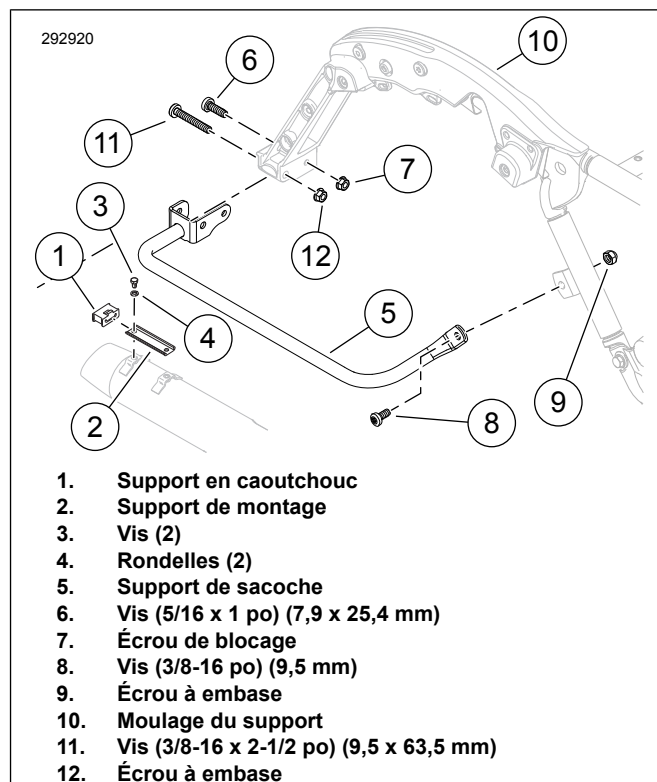

Figure 3. Support de montage du support
1. Voir la Figure 3. Retirer les deux supports de sacoche (5).
- a. Retirer et conserver les vis (3), les rondelles (4), le support de montage (2) et le support en caoutchouc (1).
- b. Retirer la vis (6) et le contre-écrou (7). Conserver la vis (6).
- c. Retirer la vis (8) et l'écrou à bride (9). Conserver la vis (8).
- d. Retirer la vis (11) et l'écrou à bride (12). Conserver la vis (11).